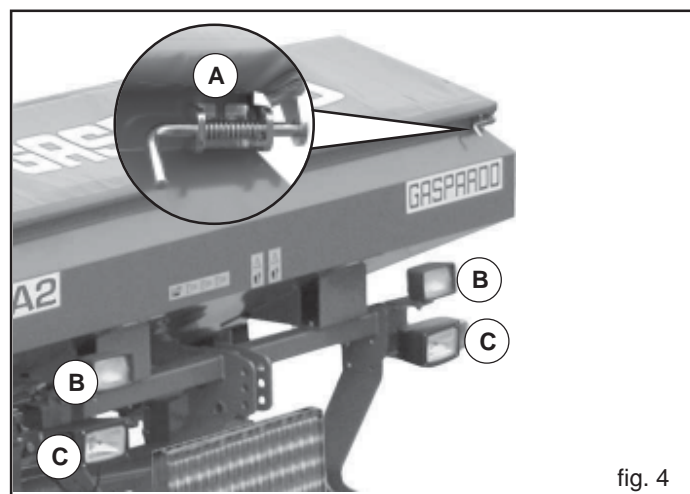

fig. 4
- 7) Effectuer les déplacements sur route avec tous les réservoirs et trémies vides, à une vitesse maximale de 25 km/h. Assurez-vous de la fixation du capôt avec la tringle d'attelage spécifique (A, Fig. 4). Vérifier de temps en temps l'état de la tringle et si nécessaire effectuer la substitution.
- 10) Lorsque les encombrements constitués par des équipements conduits ou semiconduits cachent la visibilité des dispositifs de signalisation et d'éclairage du tracteur, ceux-ci doivent être reproduits de façon adéquate sur les équipements, en respectant les normes du code de la route du pays en question. S'assurer que l'installation des phares fonctionne parfaitement lors de l'utilisation. Les déplacements routiers doivent être effectués avec l'éclairage (B, Fig. 4) Spenti. Régler l'inclinaison des feux (C, Fig. 4) dans le respect du code de la route de votre pays.